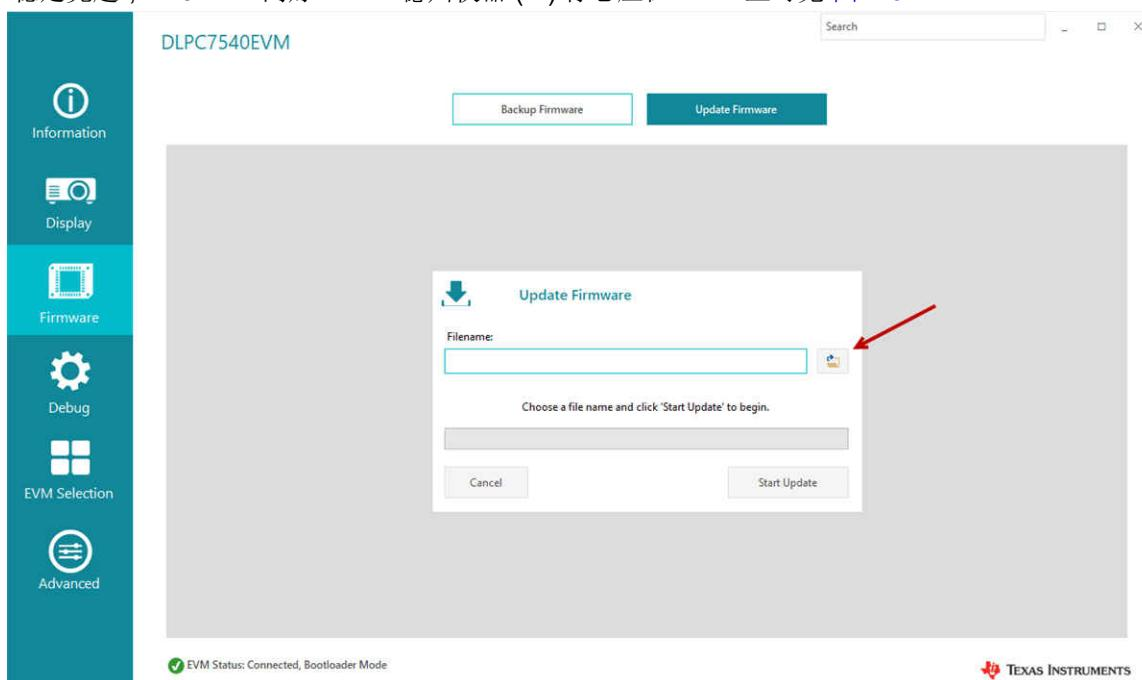

图 2-4. 加载闪存映像
- a. 转到“固件”屏幕，选择“更新固件”选项卡。单击文件夹图标，根据连接到 DLPC7540EVM 的实际 DMD 来浏览适用的固件。选择固件映像文件后，单击“开始更新”（图 2-4）。